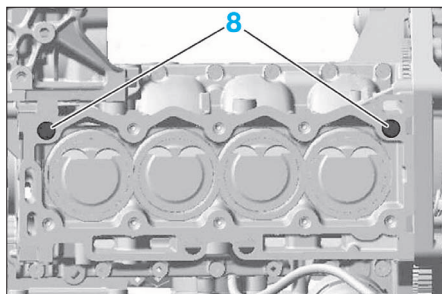

FIG. 39
- Vérifier la présence des goupilles de centrage (8) (Fig.39).